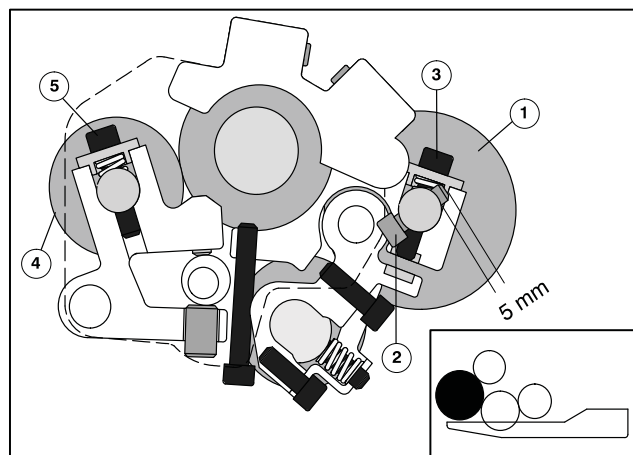

図29 水着けローラの取り付け
水着けローラ(図29/①)と計量ローラ(図29/④)は、ホルセットネジで軸受けに固定し、さらにその上に、キャップとバネを取り付けます。バネは、各ローラのシャフトの切り込みにはめてください。
- ① 水着けローラの軸受けが上向きになるように、湿し装置の向きを逆にします。また、このとき、軸受けシャフトの調整ネジ(図29/②)の頭が水ならしローラの方を向くようにしてください。
- ② 水着けローラのシャフトを、シャフトの切り込みが上を向くように軸受けに差し込みます。
水着けローラを交換するとき: 駆動側と操作側の青い調整ネジ(図29/②)が、シャフトから5mm突き出るようにしてください。必要なら、調整ネジが5mm突き出るまで、付属のホルセットレンチで調整ネジを回してください。
- ③ ホルセットネジ(図29/③)を、キャップおよびバネと共に水着けローラのシャフトに差し込んで、ローラを軸受けにネジ止めします。
- ① 計量ローラのシャフトを、シャフトの切り込みが上を向くように軸受けに差し込みます。シャフトのアンダーカットは、常に、操作側を向いていなければなりません。
- ② ホルセットネジ(図29/⑤)を、キャップおよびバネと共に計量ローラのシャフトに差し込んで、ローラを軸受けにネジ止めします。